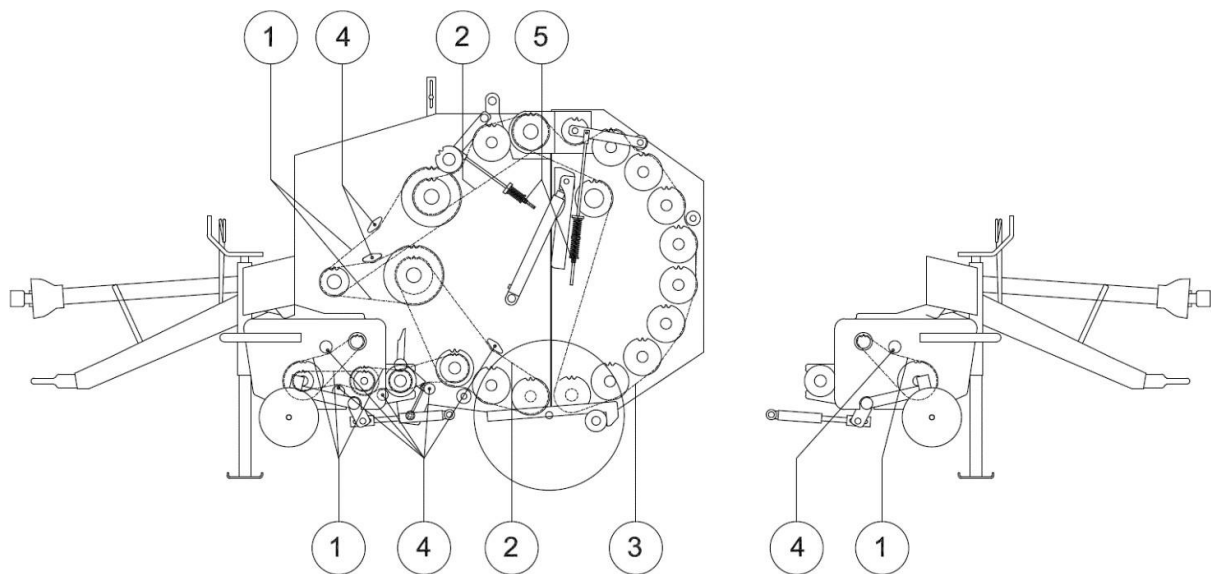

Abbildung 32. Antriebseinheit
Das Schema der Antriebseinheit ist in Abbildung 32 dargestellt. Die für den Antrieb verwendeten Ketten wurden mit den Positionen 1, 2 und 3 markiert. Stellen Sie die Kettenspannung mit den Spannern (4) bzw. den Einstellschrauben mit der Feder (5) ein.